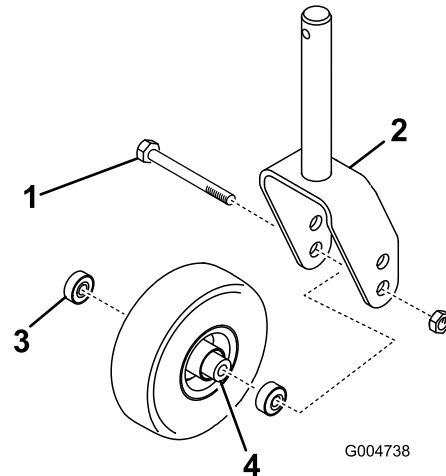

Figura 142
1. Retire a porca de bloqueio do parafuso que fixa o conjunto da roda giratória entre a forquilha da roda giratória ou o braço articulado da roda giratória (Figura 142).
2. Fixe a roda giratória e retire o parafuso da forquilha ou do braço articulado (Figura 142).
3. Retire o rolamento do cubo da roda e deixe cair o espaçador do rolamento para fora (Figura 142).
4. Retire o rolamento do lado oposto ao do cubo da roda (Figura 142).